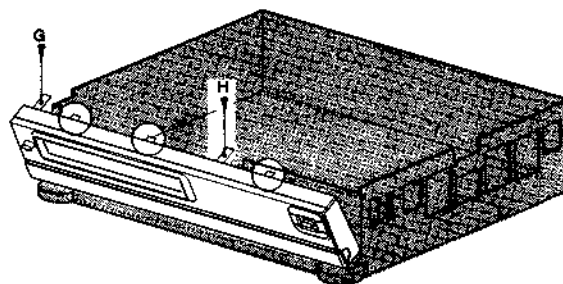

FIG. 2-2
- Die Schrauben G und H (siehe Fig. 2-2) lösen.
- Die Bedienungsplatte ist mit drei Einschnappkonstruktionen (siehe Fig. 2-2) auf der Unterseite verriegelt. Durch Entriegeln dieser Einschnappkonstruktionen lässt sich die ganze Bedienungsplatte kippen. Nun lässt sich die Bedienungsplatte dem Gerät entnehmen.